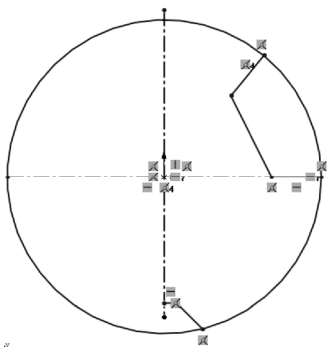

图 2-111 绘制草图 1
4) 绘制草图 1。单击“草图”控制面板中的（直线）按钮和（圆）按钮，绘制如图 2-111 所示的草图。